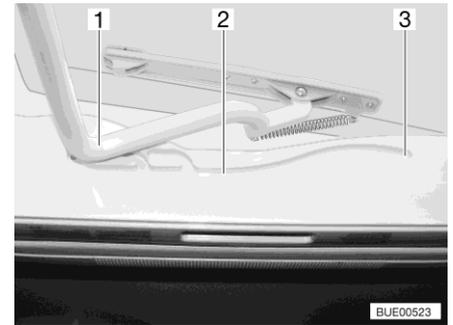

Bild 112 Führung (Heki-Dachhaube)
- Den Bügel (Bild 112,1) in den Führungen (Bild 112,2) bis in die hinterste Position (Bild 112,3) ziehen.
- Den Bügel (Bild 112,1) mit beiden Händen leicht nach oben drücken.
- Den Bügel in den Führungen (Bild 112,2) bis zur gewünschten Stellung ziehen.